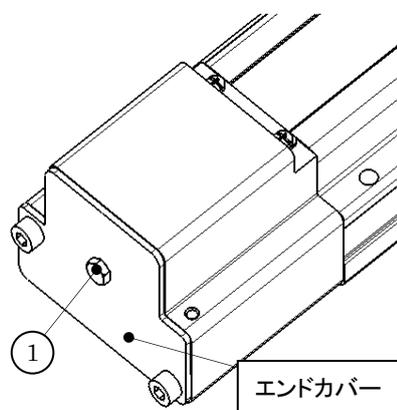

図 5-2. ベルトテンション調整部 2
ダストシールバンドを外した状態(第 2 章ダストシールバンド、シールバンド押え Ass'y 脱着を参照)で、①テンション調整ボルトを回して調整します。(図 5-2.)